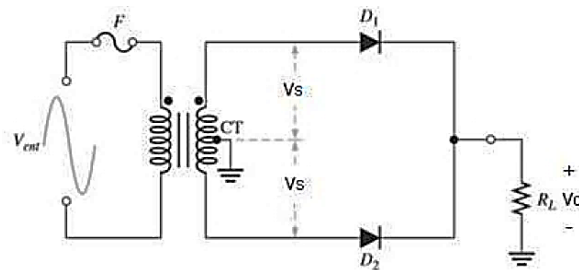

Figura 1
2. Armar el circuito mostrado en la Figura 1, correspondiente al rectificador de onda completa con derivación central.